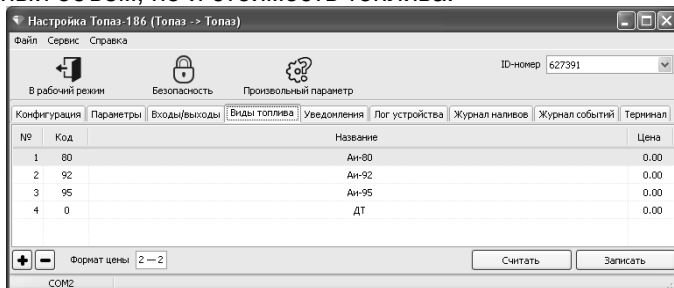

Рисунок 4
8.3 Настройка соответствия видов топлива кошелькам в базе данных производится на вкладке "Виды топлива" (рисунок 4). Для каждого вида топлива, заданного ранее, сопоставить название кошелька в